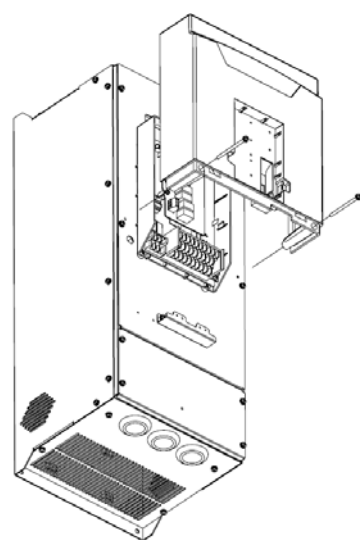

图 7
- 3、拧下 2 颗 M4 螺丝，将上盖板轻轻向上推动，卸下上盖板（图 7）。
- 5、连接线安装完后，按照图 7→6→5 的步骤返回安装，拧紧 M4 螺丝，SC-WS 基板安装完成。